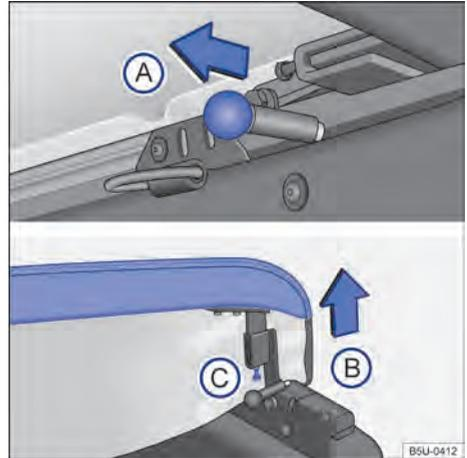

Fig. 48 Trabas y tornillo de ajuste del estiramiento de la capota marítima.
- Desplazar el perno de bloqueo → fig. 48 (A) en el sentido de la flecha, en ambos lados, simultáneamente. ▶
- Desplazar el perno de bloqueo → fig. 48 **(A)** en el sentido de la flecha, en ambos lados, simultáneamente.